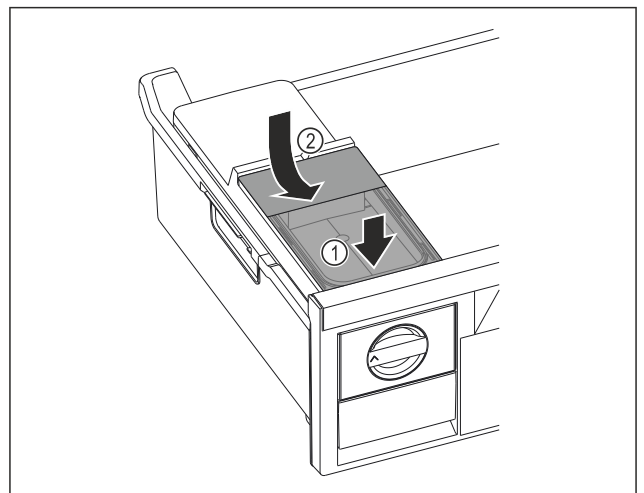

Fig. 99
- ▶ Поставете резервоара за вода отпред. Fig. 99 (1)
- ▶ Спуснете резервоара за вода отзад. Fig. 99 (2)